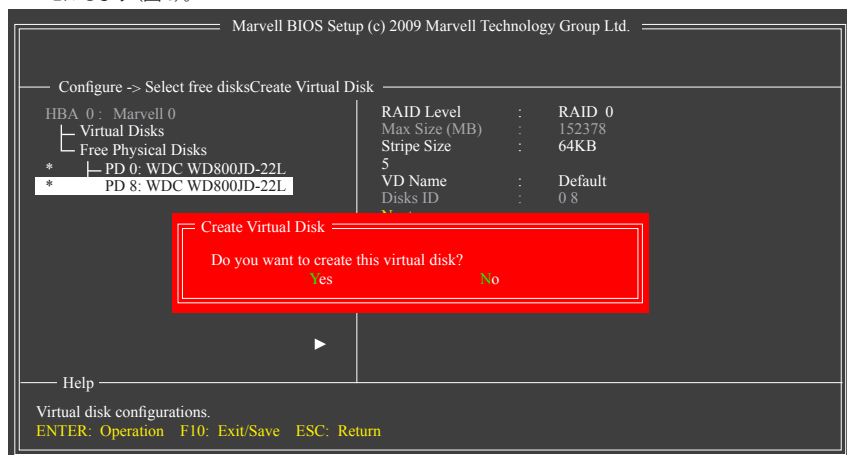

図 5
6. **Next:** 上の設定を完了した後、[次へ]に移動して<Enter>を押しアレイの作成を開始します。ボリュームの作成を確認するように求めるメッセージが表示されたら、<Y>を押して確認するか<N>を押してキャンセルします (図 5)。